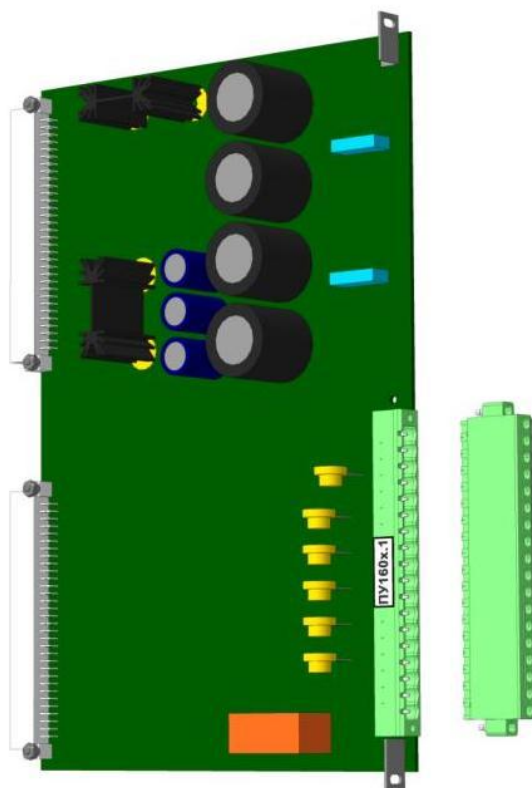

Рисунок 8 – Блок питания типа ПУ160Х(А)
4.3.1 При замене неисправного блока питания и управления (см. рисунок 8) следует руководствоваться таблицей допустимых замен (таблица 7).